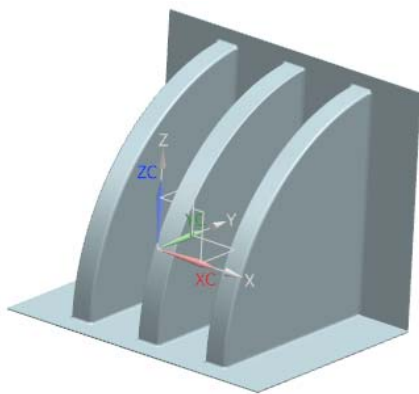

图 4-100 创建加固板 3
(5) 在“加固板”对话框中选择“宽度侧”为“对称”，“形状”为“正方形”，“输入宽度”为 16，“侧角”为 0，“凸模半径”为 0，“凹模半径”为 2，单击 **<确定>** 按钮，结果如图 4-100 所示。